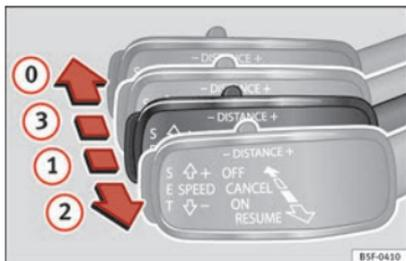

Fig. 154 A sinistra del piantone dello sterzo: terza leva per utilizzare il controllo adattivo della velocità.
È possibile attivare nuovamente l'ACC tirando la leva fino alla posizione **②** » fig. 154.